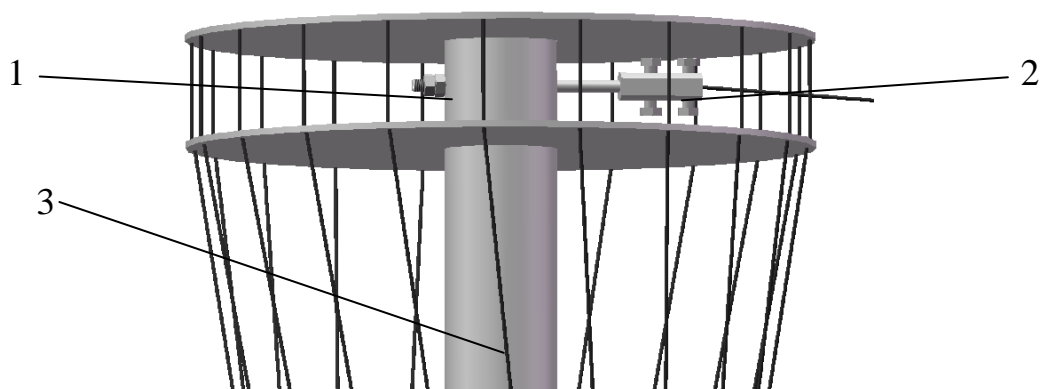

Рис. 6. Устройство натяжения.
- завести анкера 2 в отверстия верхней части стоек 3 (рис. 6) и наживить на них гайки 1;